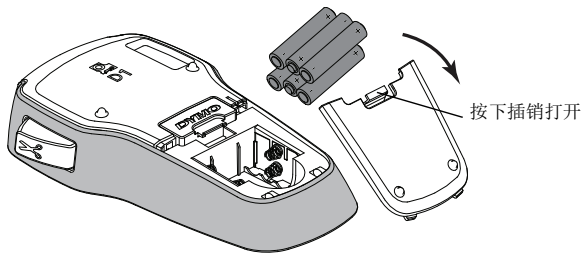

图 2
- 1 按下标签打印机背面的插销，取下电池舱盖。请参考图 2。